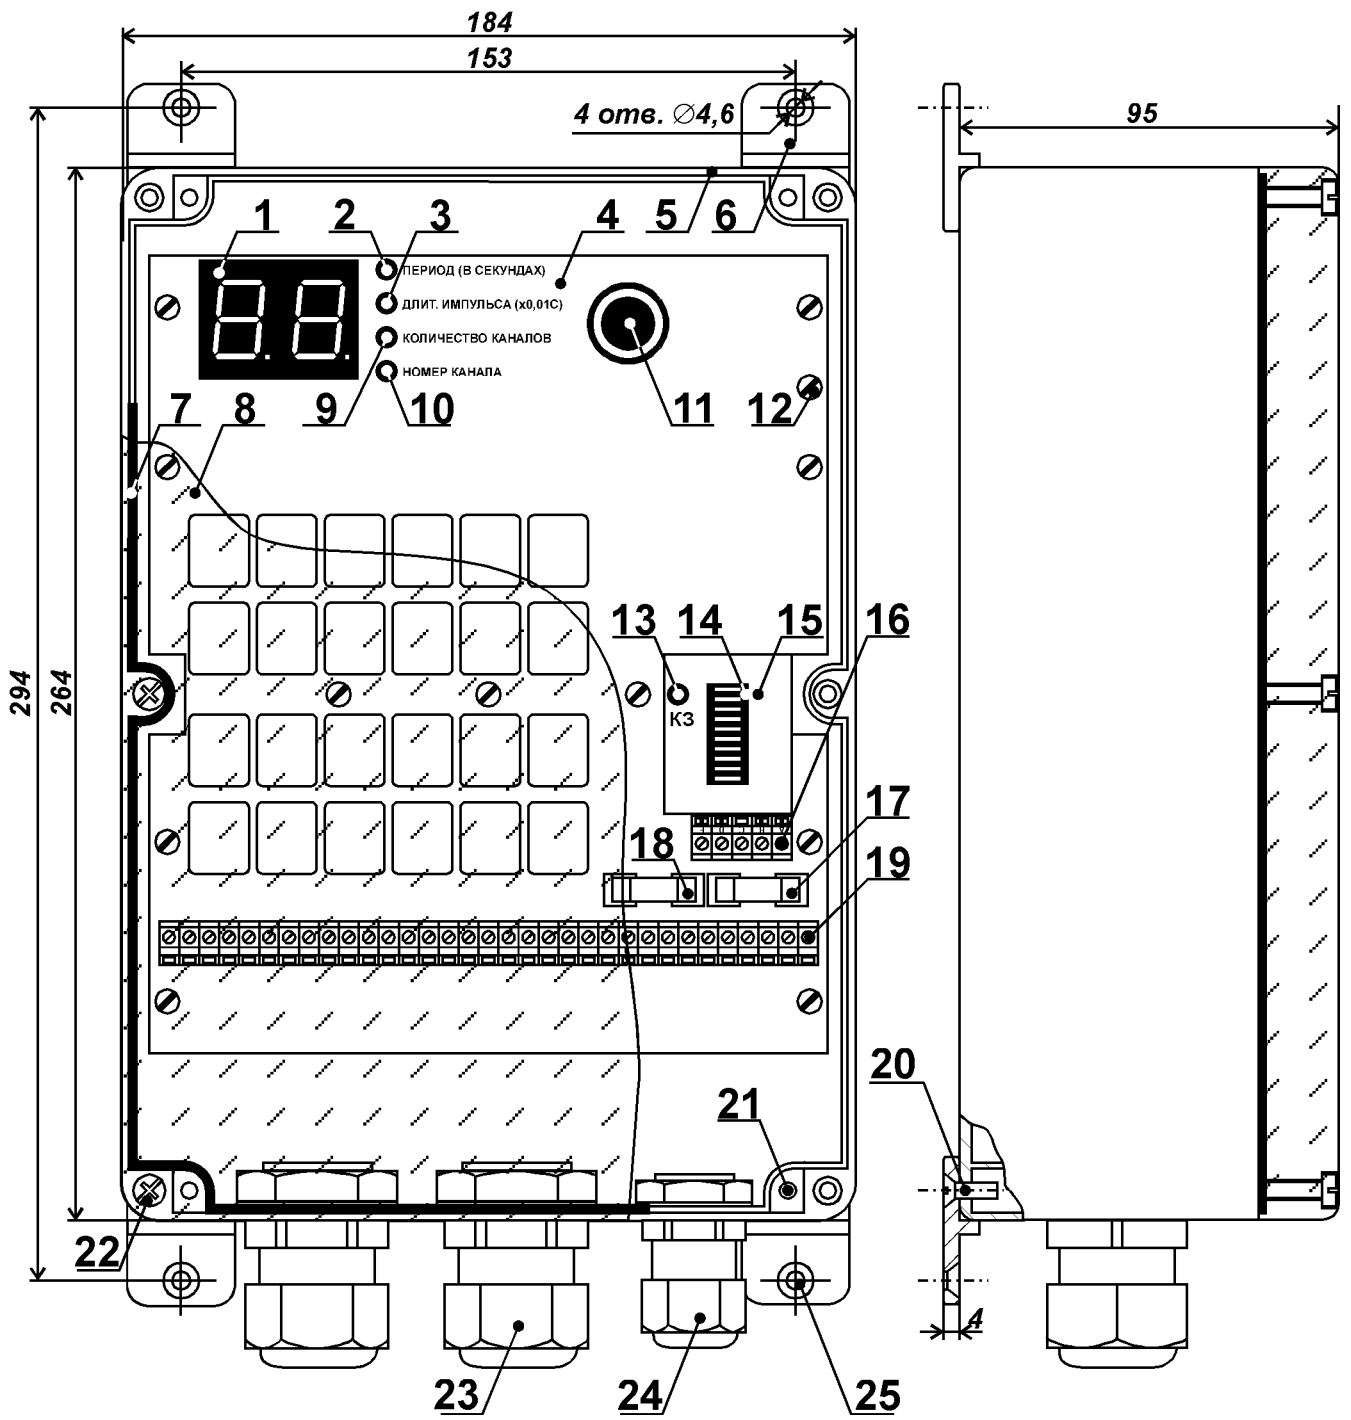

Рис. 1. Конструкция блока А-02-1.
Конструкция блока показана на рис. 1. Электрическая схема блока собрана на печатной плате [поз. 4], которая саморезами [поз. 12] закреплена в корпусе [поз. 5].
7.1. Перед монтажом блока необходимо установить на него кабельные сальники и крепёжные элементы, входящие в комплект поставки (см. рис. 1). Кабельные сальники вставляются в подготовленные отверстия на нижней стенке блока и изнутри закрепляются пластиковыми гайками, которые должны быть затянуты до упора. Затяжка гаек производится рукой, без применения специального инструмента.
Четыре крепёжные пластины [поз. 6 на рис. 1] устанавливаются снаружи и притягиваются к корпусу блока специальными винтами [поз. 20 на рис. 1]. Винты вворачиваются в отверстия [поз. 21 на рис. 1] на пластиковом дне корпуса с помощью отвёртки. Момент затяжки винтов должен обеспечивать надёжную фиксацию крепёжных пластин и не допускать их разрушения.
7.2. Блок устанавливается на стену (колонну) и должен быть надежно закреплён. Монтаж блока ведется с помощью винтов М4 или саморезов диаметром до 4,5 мм, вставляемых в четыре крепёжные отверстия [поз. 25 на рис. 1].
В процессе работы, когда индикаторы [поз. 2, 3, 9 и 10 на рис. 1] не горят, на цифровом табло [поз. 1 на рис. 1] отображается номер канала (выходной клеммы блока), в который будет выдан очередной импульс управления ЭПК.
8.2. Для того, чтобы изменить параметры управляющих сигналов, следует нажать на энкодер [поз. 11 на рис. 1]. При каждом нажатии последовательно включается один из светодиодов [поз. 2, 3, 9 и 10 на рис. 1], указывая на то, какой из параметров может быть изменён. Текущее значение параметра отображается на цифровом табло [поз. 1 на рис. 1]. Увеличение введённого значения осуществляется поворотом энкодера по часовой стрелке, а уменьшение - против.
8.3. При первом нажатии на энкодер загорается индикатор «ПЕРИОД» [поз. 2 на рис. 1] и на цифровом табло отображается текущий период повторения управляющих импульсов (в секундах). При вращении энкодера значение на табло меняется от 1 до 99 секунд с шагом в 1 секунду.
При следующем нажатии на энкодер загорается индикатор «ДЛИТ. ИМПУЛЬСА» [поз. 3 на рис. 1] и на цифровом табло отображается текущая продолжительность управляющих импульсов (в сотых долях секунды). При вращении энкодера значение на табло меняется от 3 до 50 с шагом 1, что соответствует длительности импульса от 0,03 до 0,5 секунд с шагом в 0,01 секунды.
При очередном нажатии на энкодер загорается индикатор «КОЛИЧЕСТВО КАНАЛОВ» [поз. 9 на рис. 1] и на цифровое табло выводится число управляемых ЭПК (от 1 до 24 с шагом 1). На тех клеммах блока, номера которых больше значения на цифровом табло, импульсы встряхивания рукавов фильтра-циклона формироваться не будут.
8.5. Если нажать на энкодер в момент, когда горит индикатор «КОЛИЧЕСТВО КАНАЛОВ», то блок переходит в режим, предназначенный для диагностики неисправностей в катушках ЭПК. При этом загорается индикатор «НОМЕР КАНАЛА» [поз. 10 на рис. 1] и управляющие импульсы выдаются только на одну выходную клемму. Её номер отображается на цифровом табло. Вращением энкодера можно выбрать любую из выходных клемм блока (от 1 до 24 с шагом 1) и сравнить между собой токи потребления каждого ЭПК. Это позволяет выявить наличие обрывов, межвитковых или коротких замыканий в их катушках. Для выхода из режима диагностики требуется нажать на энкодер, после чего управляющие импульсы вновь будут распределяться по заданному количеству каналов.